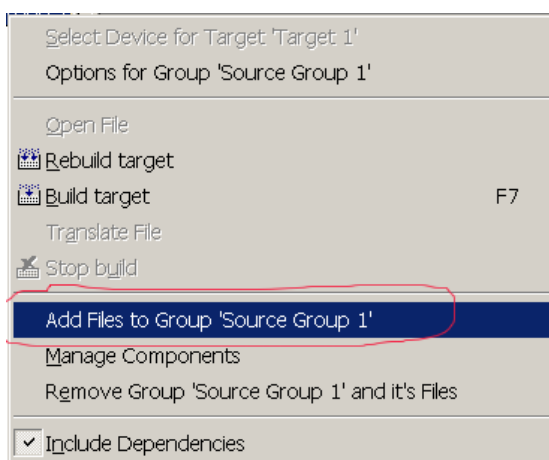

Рис. 18.
- Правой кнопкой мыши вызвать меню и добавить файл в проект (см. рис. 18)